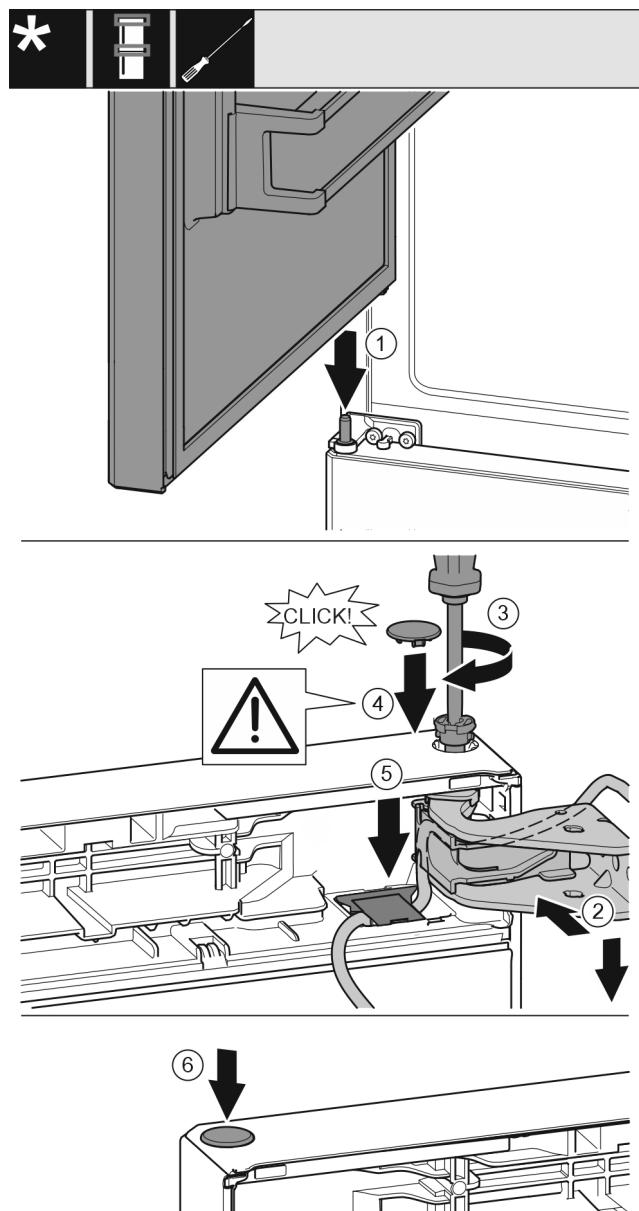

Fig. 42
- ▶ 将冰箱上方门放置在中间轴承螺栓上 Fig. 42 (1)
- ▶ 将门的上方对准托架中的开口。Fig. 42 (2)
- ▶ 放入螺栓并用 T15 螺丝刀拧紧。Fig. 42 (3)
- ▶ 安装冰箱门安全装置的安全盖：放入安全盖并检查其是否紧贴在门上。否则，需将螺栓完全插入。Fig. 42 (4)
- ▶ 重新安装好盖板并向压盖板，直到其卡入到位。Fig. 42 (5)
- ▶ 放上堵头。Fig. 42 (6)